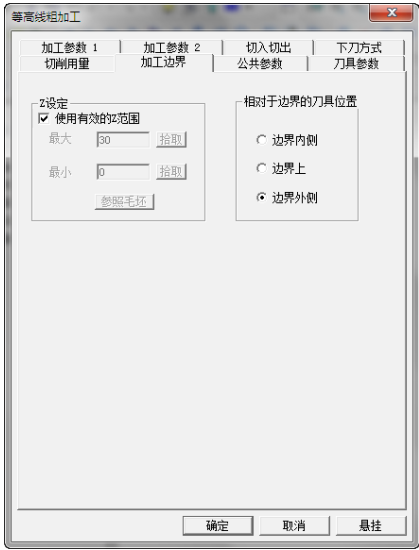

图 8-98 “加工边界”选项卡
6) 单击“加工边界”选项卡，勾选“使用有效的 Z 范围”，设置“相对于边界的刀具位置”为“边界外侧”，“最大”“最小”参数数值如图 8-98 所示。